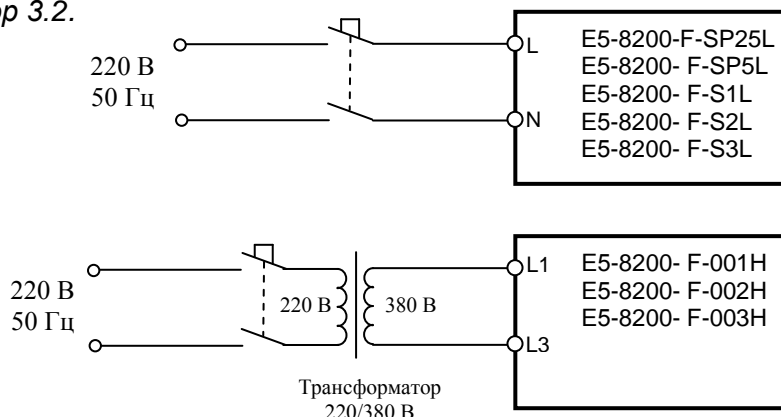

Рис. 4.5. Подключение ПЧ к сети
4.4.8. Проверить цепь P-BR – защитный диод в цепи тормозного ключа, как показано на рис. 4.5. Исправная цепь должна «звониться» как диод (при прямой проводимости показания прибора «0,41...0,68», рис. 4.5а, при обратной – «Обрыв цепи», рис. 4.5б).
4.5.1. В зависимости от модели ПЧ подключить преобразователь к электросети 1Ф~220 В или 3Ф ~380 В (к сети 1Ф ~220 В через трансформатор 220/380 В), как показано на рис. 4.5.